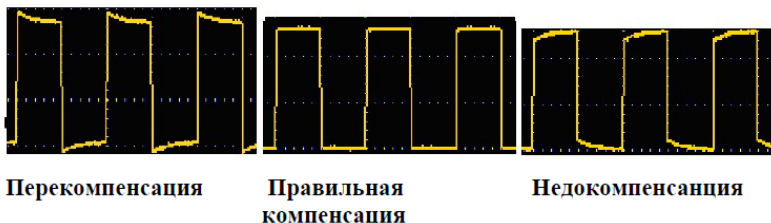
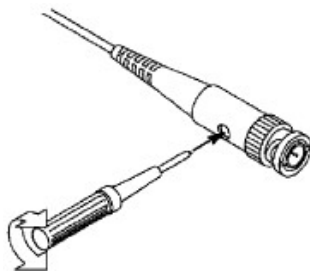

Рисунок 3-7 Варианты осциллограммы при компенсации пробника
Рисунок 3-8 Регулировка пробника для компенсации
2. Оцените форму волны и регулируйте пробник до тех пор, пока не будет достигнута правильная компенсация (см. Рисунок 3-7 и Рисунок 3-8).